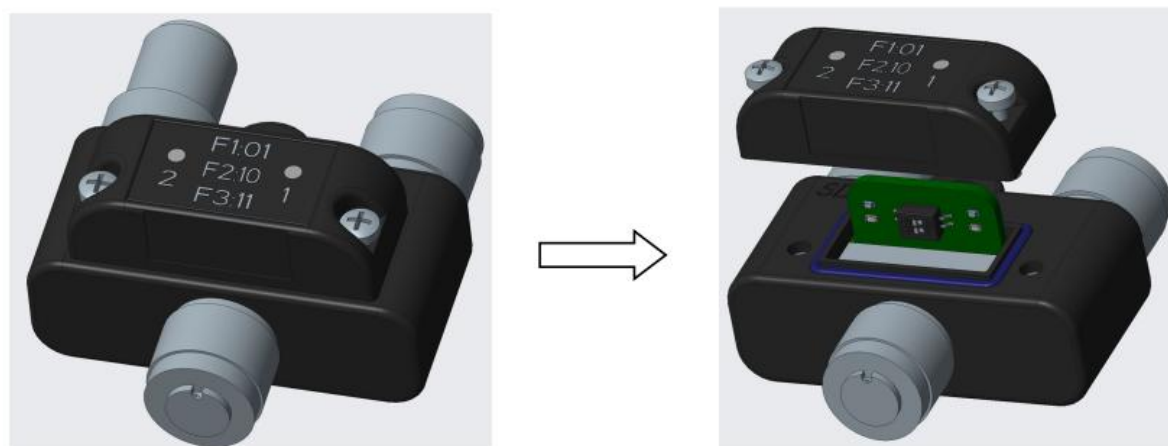

图2.2.5 打开密封盖示意图
3. 取下上盖。注：螺钉与密封盖为不松脱结构，当螺钉完全拧出模块主体后，即可直接取下上盖（如图 2.2.5 所示）。